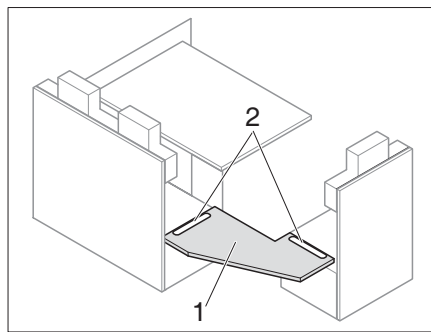
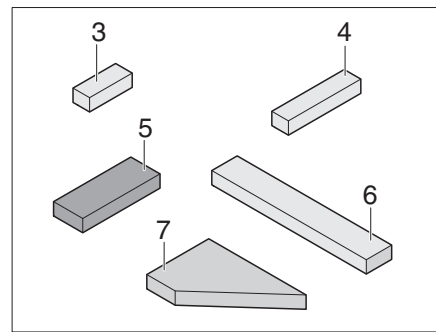
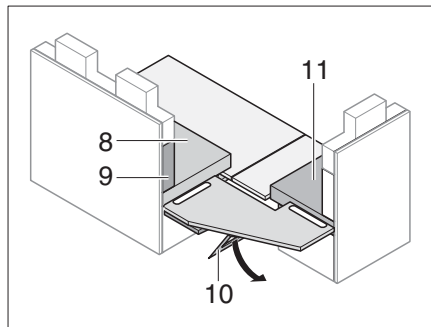
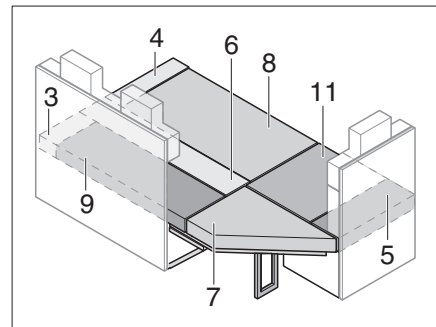

Bild 163 Verstärkungsplatte einsetzen
Bild 164 Zusatzpolster
Bild 165 Verstärkungsplatte stützen
Bild 166 Nach dem Umbau
- Verstärkungsplatte (Bild 163,1) in die Nuten (Bild 163,2) einsetzen.
- Stütze (Bild 165,10) unter der Verstärkungsplatte (Bild 163,1) ausklappen.
- Sitz-, Rücken- und Zusatzpolster wie in Bild 166 gezeigt auflegen (Die Positionsnummer beziehen sich auf Bild 164 und Bild 165).